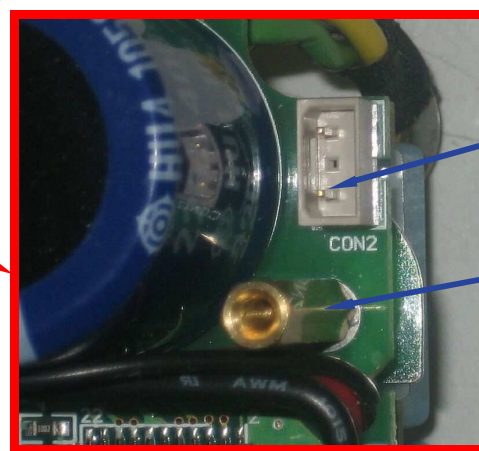

Рис. 4.6 Вывод клеммы N
4.7.7. Проверить цепь N-L1 на плате драйверов тестером, в режиме «Прозвонка диодов» как показано на рисунке 4.7. Вывод клеммы N показан на рис. 4.6 (ближайший к стойке вывод разъёма CON2 платы драйверов). Цепь N-L1 должна звониться как диод: при прямой проводимости показания прибора 200.....1000 (рис. 4.7а), при обратной проводимости – «Обрыв цепи» (рис. 4.7б). В противном случае матрица считается неисправной.